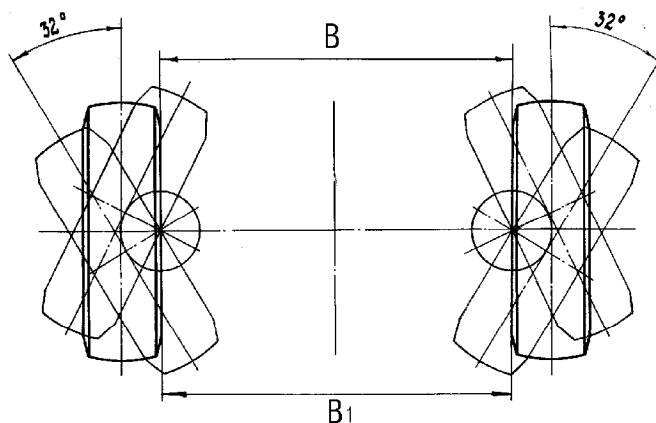

Рис. 57. Установка управляемых колес
Регулирование схождения передних колес. Схождение передних колес проверять при номинальном давлении воздуха в шинах замером разности расстояний В1 и В (рис. 57) по бортам ободьев колес. Порядок проверки:
- раздвижной линейкой замерить расстояние B_1 между бортами ободьев колес в задней части на уровне центров колес, и отметить места замеров. Перекатить автомобиль, чтобы отмеченные точки оказались впереди, и замерить расстояние B . Спереди расстояние должно быть на 1- 3 мм меньше чем сзади. Если разность расстояний B_1 и B выходит за вышеуказанные пределы, то регулировать схождение колес изменением длины поперечной рулевой тяги, ослабив затяжку болтов наконечников тяги рулевой трапеции. Отрегулировав схождение, затянуть болты наконечников тяги. Углы поворота ограничиваются постоянными нерегулируемыми упорами, величина их указана на рис. 57.